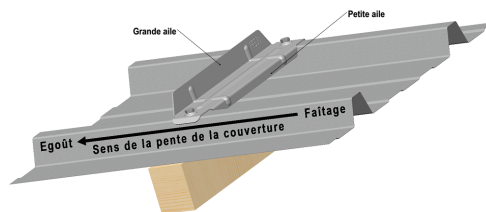

Figure 1 - Mise en œuvre de l'arrêt de neige
(7) Conditions de mise en œuvre et de stockage :
- L'arrêt de neige est positionné à cheval aux sommets de deux nervures successives (figure 1).
- L'arrêt de neige doit être orienté afin que sa petite aile soit dirigée au plus proche du faitage de la couverture. La petite aile permet ainsi de ménager un espace vide en sous-face de l'arrêt de neige prenant en compte les phénomènes de gel-dégel pouvant intervenir au niveau de la couverture. La grande aile participe à la retenue de la neige (figures 1 et 2).